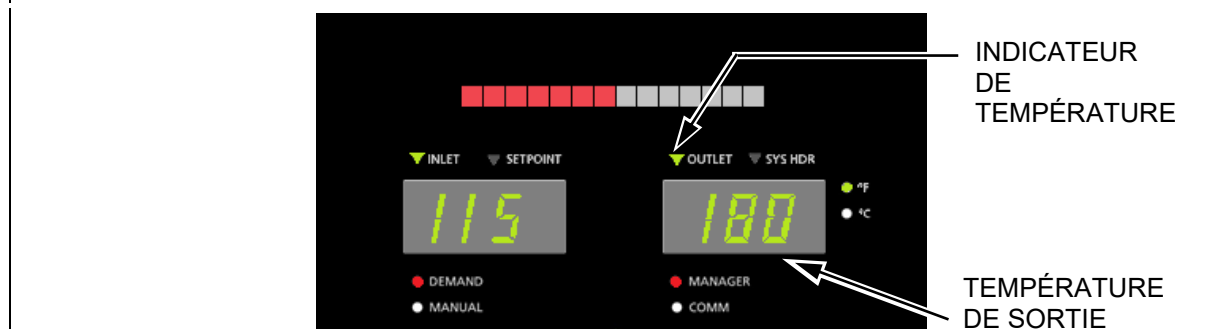

Figure 5-5b : Face avant du contrôleur de bord
- b. Utilisez la flèche **vers le bas** pour abaisser le réglage à une température **inférieure** à la température de sortie affichée sur la face avant du contrôleur (voir la figure 5-5b).